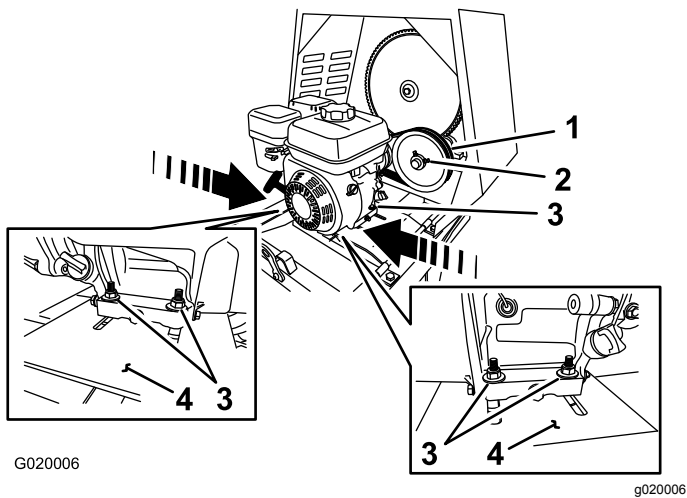

Figura 71
- B. Afloje los pernos y las tuercas que sujetan el motor a la chapa del motor (Figura 71).
- **Para aumentar la holgura**—Aleje el motor de la polea tensora (Figura 71).
- **Para reducir la holgura**—Acerque el motor a la polea tensora (Figura 71).